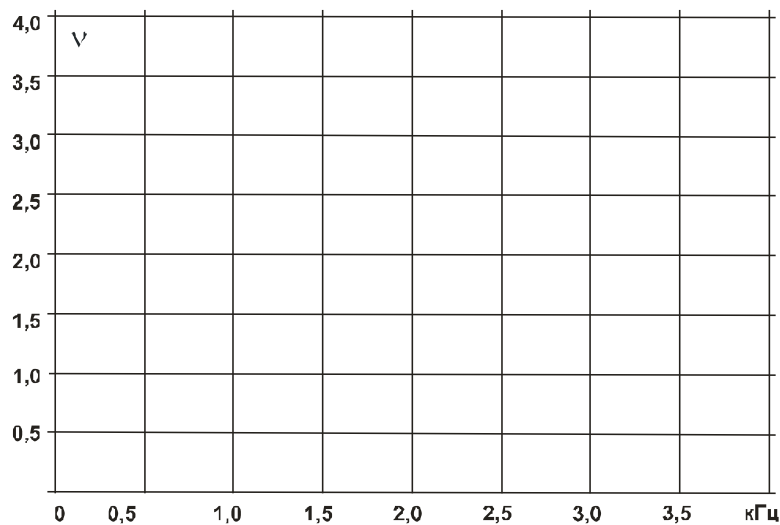

Рис. 8.5.7
- Изменяя частоту от 0,2 до 4 кГц, как указано в табл. 8.5.1, снимите зависимость $U_{вых}$ (+), рассчитайте значения коэффициента усиления ν для каждой частоты, и на рис. 8.5.7 постройте график $\nu(+)$ для данного усилителя.
- Повторите с этим усилителем те же опыты, что и с первым. Результаты отобразите на осциллограмме (рис. 8.5.4), в табл. 8.5.1 и на графике (рис. 8.5.7).